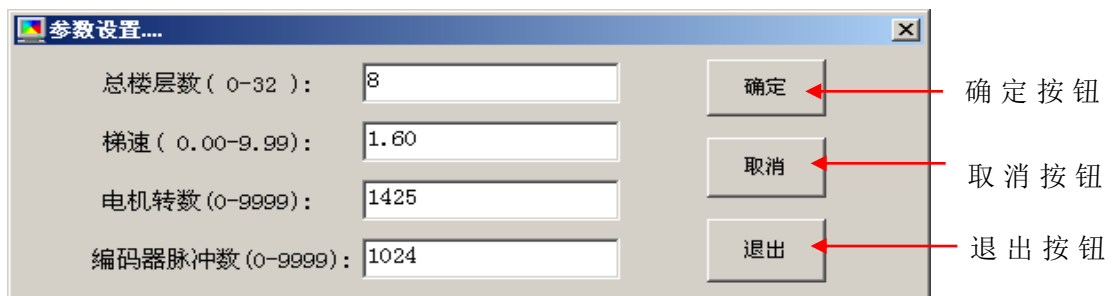

图 4 参数设置界面
按参数设置界面（图 4）中的确定按钮或取消按钮后出现如下控制柜检测界面：
- c、在进行“快车检测及制动电阻检测”项之前，如果不满足“在一楼门区并关好门”的要求，将会出现“不在门区或门未关好，不满足检测条件”的提示信息。这时可在满足条件后对该项进行单检，进行该项单检之前需要先进行“自学习单检”。进行快车检测及制动电阻检测时如果电梯不在一楼，电梯将自动回到一楼，再根据图 4 中设置的总层数自动开到二楼或四楼（总层数大于等于 4 开到四楼否则开到二楼），然后再返回一楼（检测中会听到 2 次检测通过声音，但第二次才给出检测结论）。